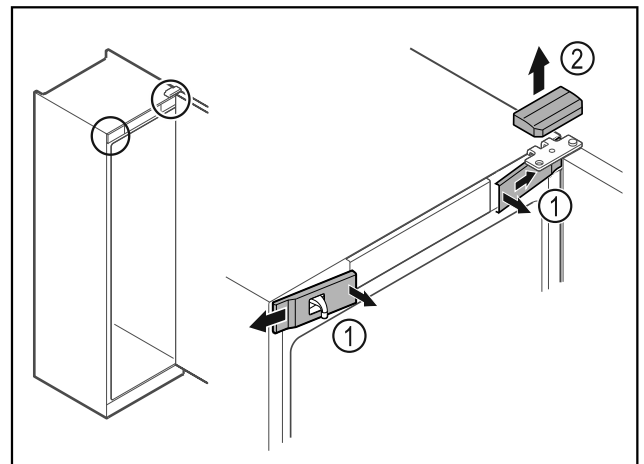

Fig. 13
- ▶ Звільніть передні кришки Fig. 13 (1) всередині від фіксатора та поверніть убік.
- ▶ Зніміть верхню кришку Fig. 13 (2) вгору.